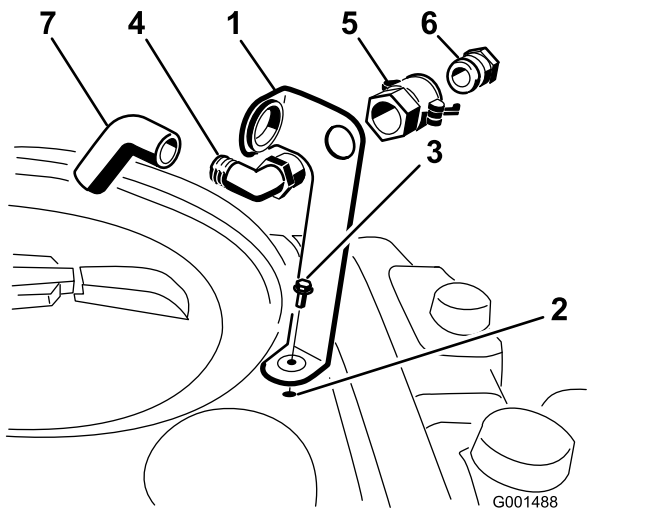

Figura 3
1. Coloque el soporte del dispositivo de llenado sobre el taladro roscado del depósito y fíjelo con una tuerca con arandela prensada (5/16" x 3/4") (Figura 3).
2. Pase el extremo roscado del codo de 90° por el soporte y enrosque sobre el mismo el acoplamiento rápido, fijándolo al soporte (Figura 3).
3. Instale el adaptador de manguera en el acoplamiento rápido (Figura 3).
4. Bloquee el adaptador en su sitio moviendo las palancas hacia el adaptador y luego fíjelas con los pasadores de horquilla (Figura 3).
5. Instale la manguera antisifónica a través de la abertura grande del soporte y en el extremo dentado del codo de 90° (Figura 3).